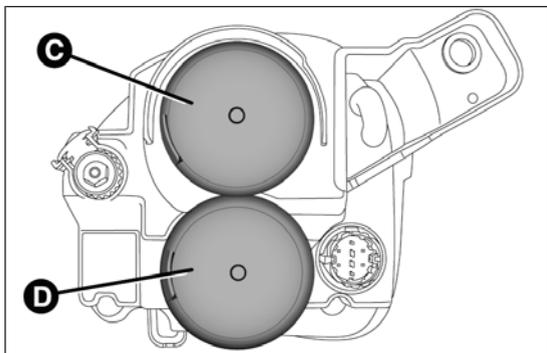

fig. 169
La disposition des ampoules est la suivante fig. 169 :
- retirer le couvercle C fig. 169 ;
- pour finir, remonter le couvercle C fig. 169.
- retirer le couvercle D fig. 169 ;
- pour finir, remonter le couvercle D fig. 169.